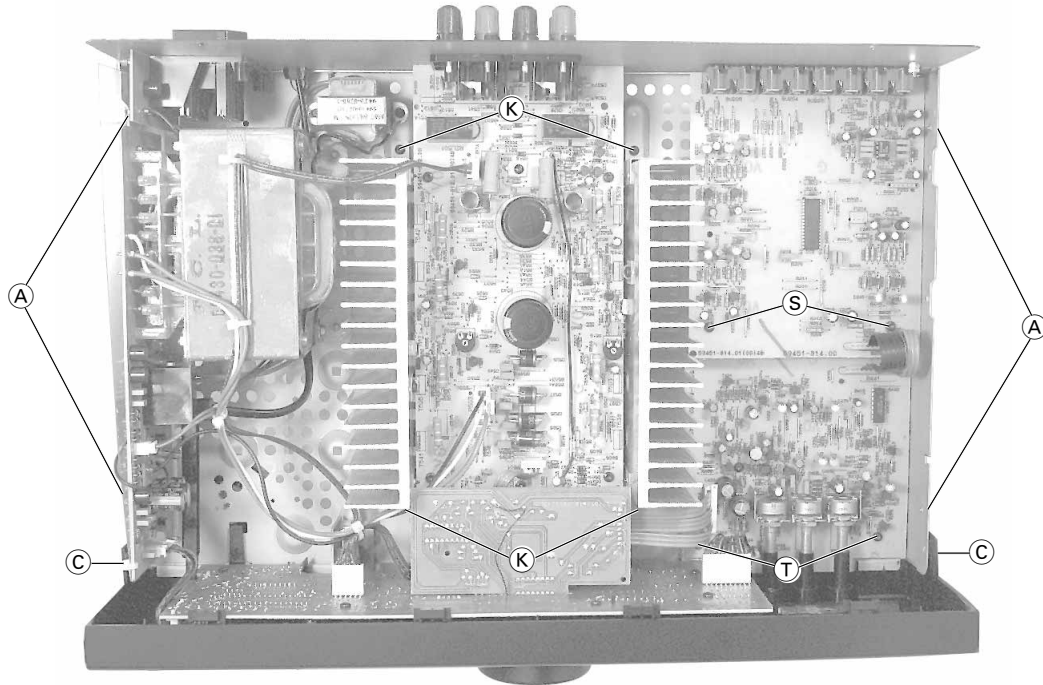
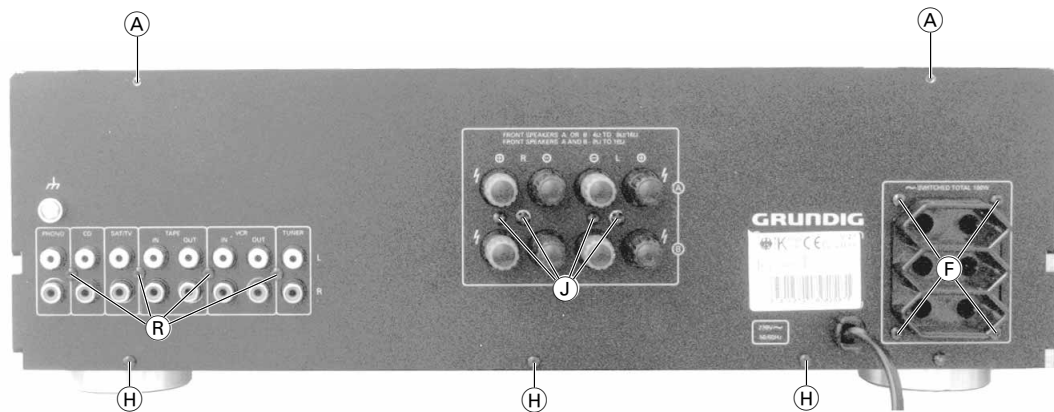

Fig. 1
Fig. 2
- 6 Schrauben (A) herausschrauben (Fig. 1 und 2).
- Undo 6 screws (A) (Fig. 1 and 2).
- 2 Rastnasen (C) austrasten (Fig. 1).
- Disengage the 2 catches (C) (Fig. 1).
- 4 Schrauben (F) heraus-schrauben (Fig. 2).
- Alle Schrauben in der Rückwand (3 x (H), 4 x (J), 4 x (F) und 4 x (R)) heraus-schrauben (Fig. 2) und Rückwand abnehmen.
- 4 Schrauben (K) heraus-schrauben (Fig. 1).
- Undo 4 screws (F) (Fig. 2).
- Undo all screws at the back (3 x (H), 4 x (J), 4 x (F) and 4 x (R)) and remove back (Fig. 2).
- Undo 4 screws (K) (Fig. 1).
- 4 Schrauben (R) (Fig. 2) und 2 Schrauben (S) (Fig. 1) heraus-schrauben.
- 2 Schrauben (T) heraus-schrauben (Fig. 1).
- Undo 4 screws (R) (Fig. 2) and 2 screws (S) (Fig. 1).
- Undo 2 screws (T) (Fig. 1).